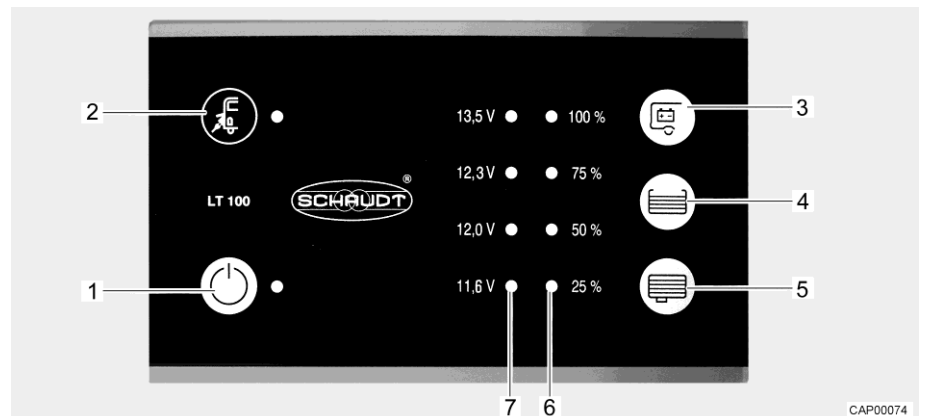

Bild 96 Panel (LT 100)
Nätanslutning Den gula lysdioden lyser vid symbolen nätanslutning " (Bild 96,2) när fordonet är anslutet till en extern nätanslutning. Lysdioden lyser då också med avstängd panel.
Med huvudbrytaren 12 V (Bild 96,1) kopplas panelen och bodelens 12 V-försörjning till eller från.
- Tryck på knappen " (Bild 96,1): 12 V-försörjningen för bodelen är påslagen. Lysdioden lyser grönt.
- Tryck på knappen " (Bild 96,1) på nytt: 12 V-försörjningen för bodelen är avstängd. Lampan släcks.
Lysdiodskalan (Bild 96,7) visar batterispänningen för bodelsbatteriet enligt följande:
- Tryck ner knapp " (Bild 96,3): Bodelsbatteriets spänning visas. Följande tabeller är ett hjälpmedel för att tolka spänningen för bodelsbatteriet, som visas på panelen, på rätt sätt.
Lysdiodskalan (Bild 96,6) visar fyllnivån i färskvattentanken eller avloppstanken.
Visa nivå: Tryck ner knapp  (Bild 96,4): Färskvattentankens fyllnadsnivå visas med hjälp av lysdiod.
Tryck ner knapp  (Bild 96,5): Avloppstankens fyllnadsnivå visas med hjälp av lysdiod.